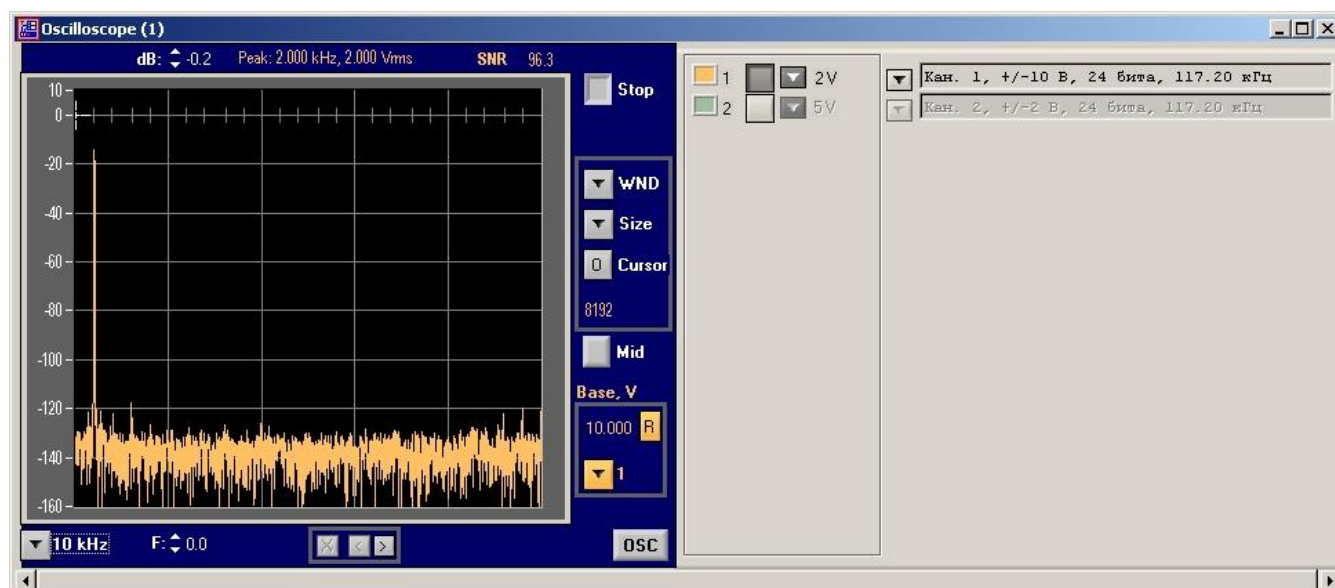

Рис. 17-1. Пример: спектр синусоидального сигнала 2 кГц, 2 В (СКЗ) от модуля LTR35-1-8. Сигнал оцифрован модулем LTR24-1 на поддиапазоне ±10 В
- Возможность образования синхронной системы выдачи/сбора данных: LTR35 совместно с АЦП LTR22, LTR24-1, LTR24-2, LTR25 для испытания трактов постоянного-переменного тока. Пример спектра синусоидального сигнала сквозного тракта LTR35-1-8 – LTR24-1 приведён на рис. 17-1.